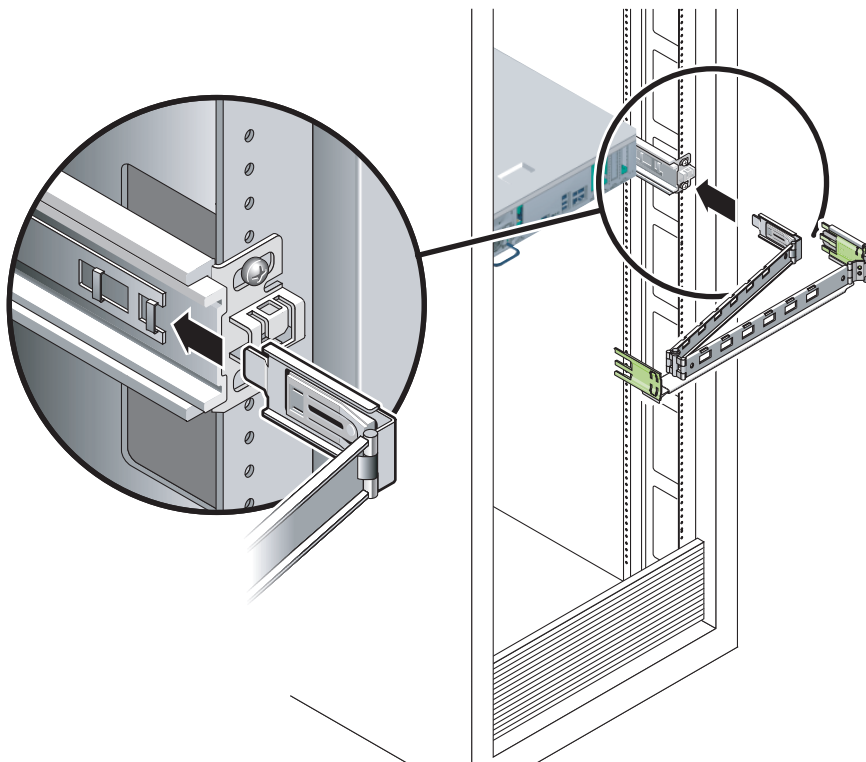

FIGURA 2-9 Montaggio del connettore CMA interno
- 2. Inserire l'estensione più piccola nella scanalatura posta alla fine della staffa di montaggio (FIGURA 2-9).**